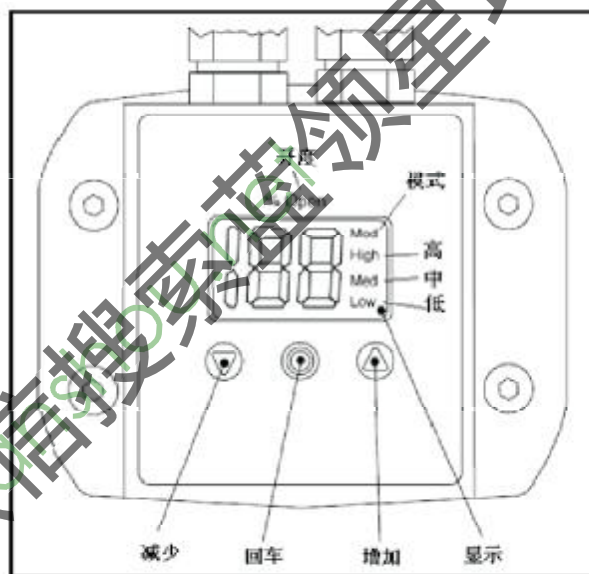
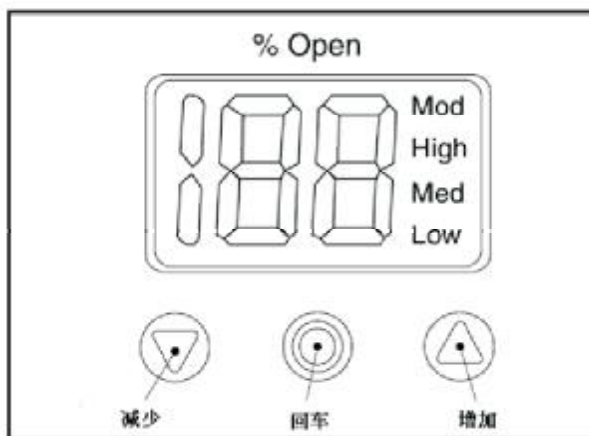

图22
图23
系统通过集成的ICAD MMI (图22和图23) 管理参数设置, ICAD MMI由下列部件组成
- “减少” 箭头按钮 (图22)
- “增加” 箭头按钮 (图22)
- 回车按钮 (图22)
•显示（图22）
- 以文本的方式显示功能状态（图22）。